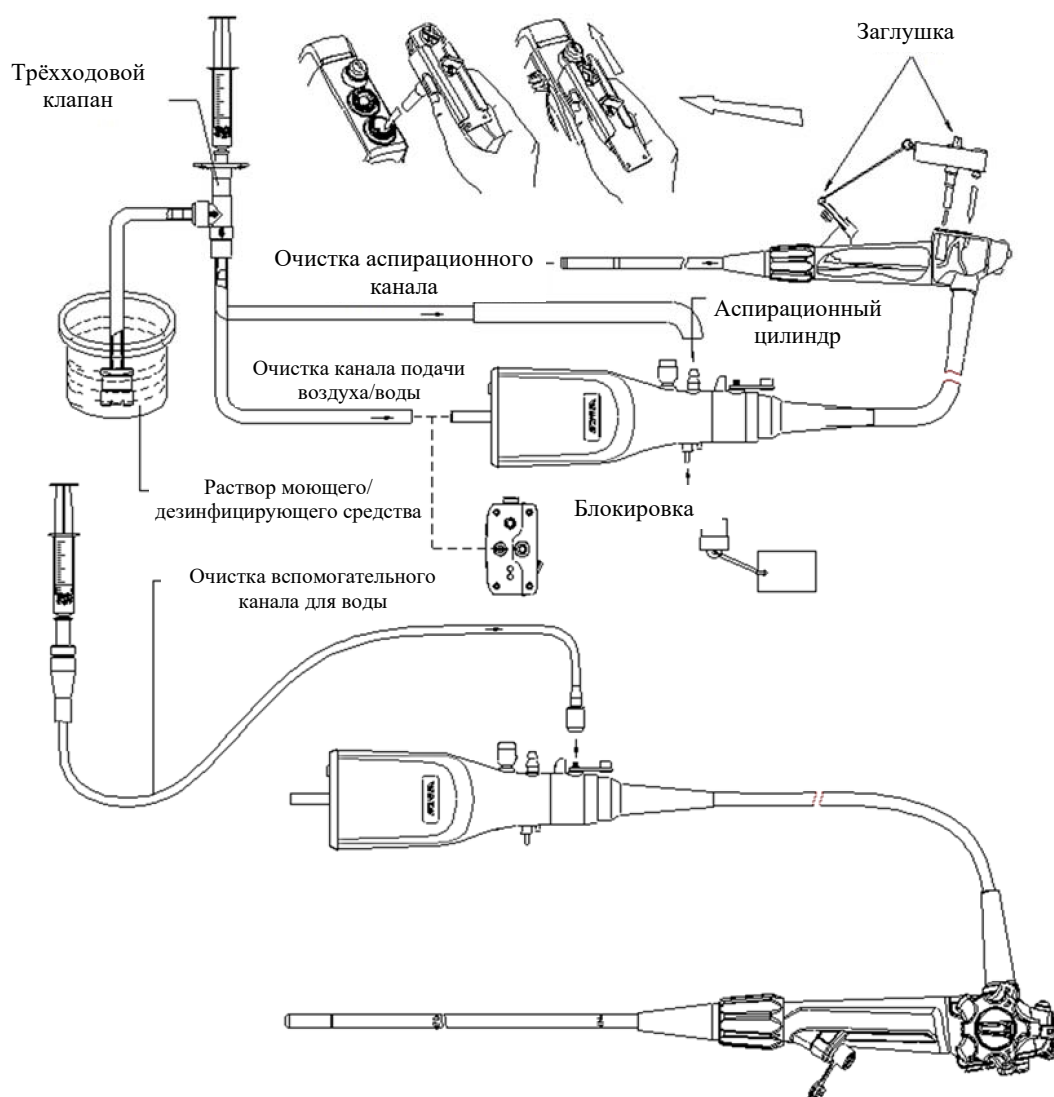

Рисунок 5.1.4.2
- 2- С помощью шприца объемом 50 мл введите моющее средство в канал подачи воздуха/воды и аспирационный цилиндр эндоскопа через трубку для введения не менее 15 раз (750 мл) (как показано на рис. 5.1.4.2).
- ① Переместите очищенный эндоскоп, клапан подачи воздуха/воды, аспирационный клапан и биопсийный клапан в бак для промывки.
- ② Закройте аспирационный цилиндр, цилиндр подачи воздуха/воды и отверстие инструментального канала заглушкой для канала; закройте разъем подачи воздуха/воды герметизирующей заглушкой; подключите трубку для введения к разъему эндоскопа, как показано на рис. 5.1.4.2.
- ③ С помощью шприца объемом 50 мл введите стерильную воду в цилиндр подачи воздуха/воды эндоскопа и аспирационный цилиндр эндоскопа через трубку для введения не менее 15 раз (750 мл).
- ④ С помощью шприца объемом 50 мл введите стерильную воду во вспомогательный канал для подачи воды через дополнительный порт для подачи воды не менее 10 раз (500 мл).
- ⑤ Промойте наружные поверхности эндоскопа, клапана подачи воздуха/воды, аспирационного клапана и биопсийного клапана проточной водой и поместите их в стерильный контейнер.
- ⑥ С помощью шприца объемом 50 мл введите воздух в цилиндр подачи воздуха/воды эндоскопа и аспирационный цилиндр эндоскопа через трубку для введения не менее 15 раз (750 мл).
- ⑦ С помощью шприца объемом 50 мл введите воздух во вспомогательный канал для подачи воды через дополнительный порт для подачи воды не менее 10 раз (500 мл).
- ⑧ Отсоедините все вспомогательные компоненты от эндоскопа.
- ⑨ Протрите насухо наружные поверхности эндоскопа, клапана подачи воздуха/воды, аспирационного клапана и биопсийного клапана чистой безворсовой тканью.